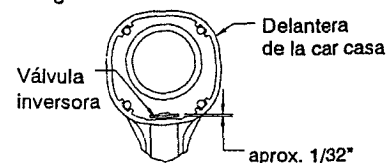

Figura 13
3. Una vez instalada la válvula inversora, hágala girar de modo que la lengüeta quede en la parte posterior de la carcasa. Véase la figura 13.